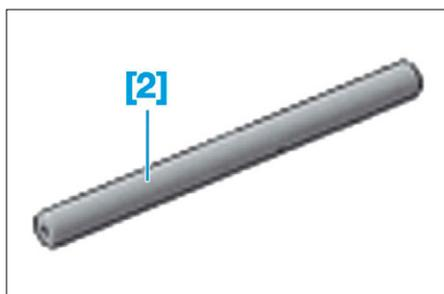

FIG. 2
- [2]. Pige de calage d'arbre à cames (Fig.2).